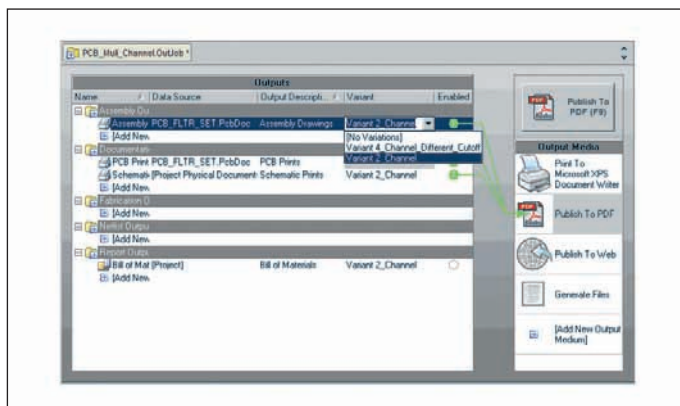

Рис. 10. Оболочка файла выходных данных проекта
тов служит функция формирования файла выходных данных проекта <Имя_проекта>.OutJob. Оболочка *OutputJob Editor* автоматически присоединяется к документам проекта, в ветвь *Settings* → *Output Job Files* дерева документов проекта (рис. 10).
- Нажатием кнопки в правом верхнем углу окна, приведенного на рис. 10, запускается формирование графических документов. В нашем случае выполняется вывод графических документов в PDF-формате Adobe Acrobat.